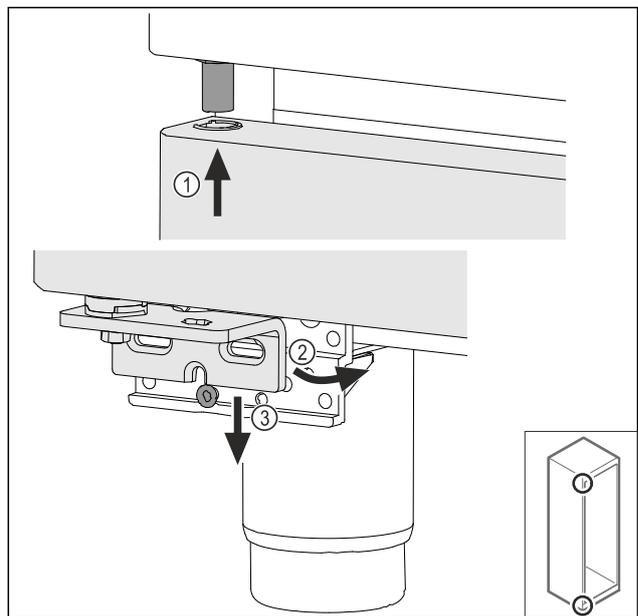

Fig. 47
- Tür leicht gekippt oben einfädeln Fig. 47 (1), Tür gerade ausrichten Fig. 47 (2) und unten auf die Lagerbockschraube Fig. 47 (3) aufsetzen.